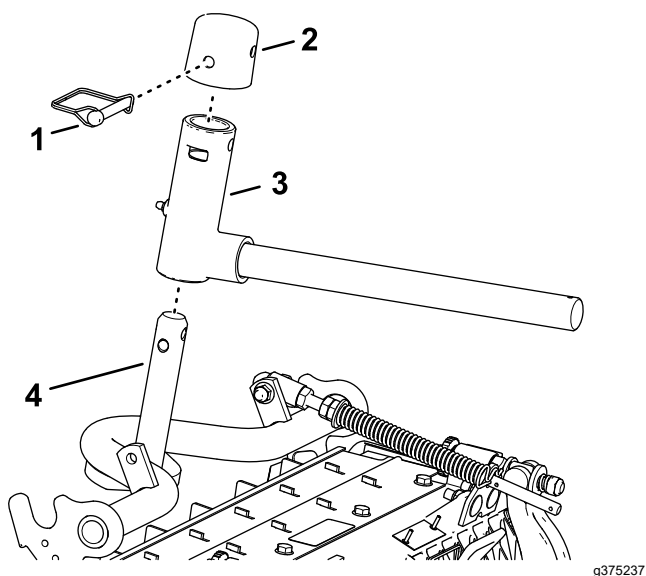

Figura 28
2. Monte a forquilha do braço de elevação no veio da estrutura de suporte (Figura 28).